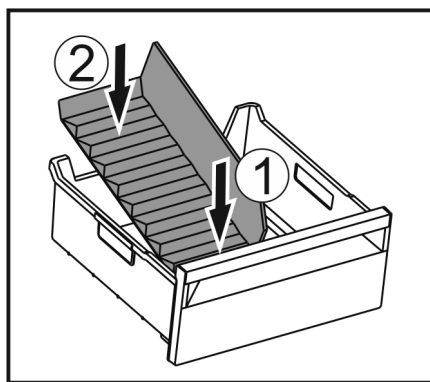

Fig. 144
- ▶ Installer la partie avant du séparateur de congélateur. Fig. 144 (1)
- ▶ Abaisser la partie arrière du séparateur de congélateur jusqu'au fond du tiroir. Fig. 144 (2)